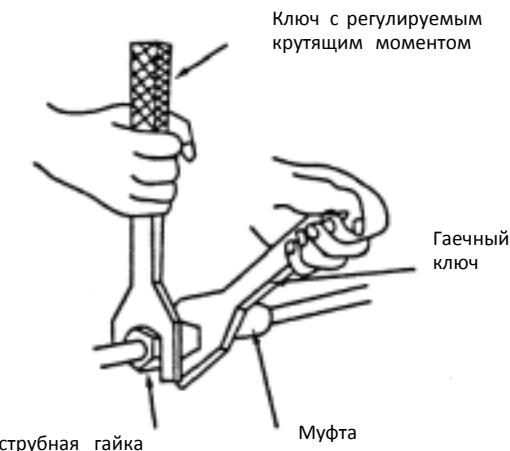

Рис. 7
2. Выровняйте центр раstrauba соединительного шланга с соответствующими коническими соединительными поверхностями внутреннего и внешнего блока, затем вручную закрутите соединительную гайку. Затем закрепите её при помощи гаечного ключа, как показано на Рис. 7, приложив усилие согласно Таблице 1.